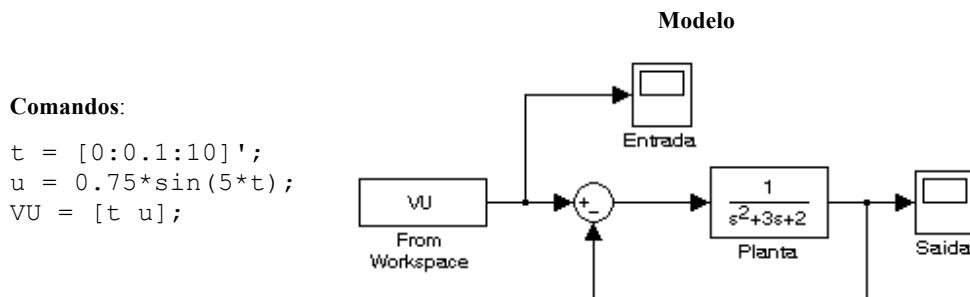

Figura 8.18: Sistema da atividade 8.2 h)
h) É possível usar variáveis do *workspace* como entradas para sistemas do Simulink, usando o bloco **From Workspace** da biblioteca **Sources**. Como exemplo, simule por 10 segundos o comportamento do sistema da figura 8.18 para a entrada $u(t) = 0,75 \sin(5t)$. Para isso, crie uma matriz de estímulos, **VU**, com os tempos de simulação na primeira coluna e os valores da função $u(t)$ na segunda.